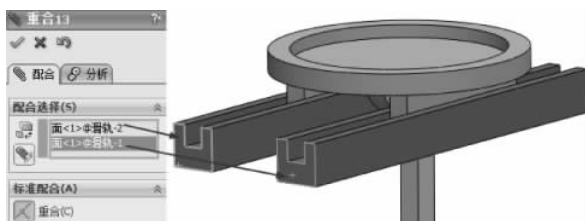

图 3-189 重合配合
(21) 选择【标准配合】选项组下的【重合】配合类型,在【要配合的实体】选择框中选择如图 3-189 所示的面,其他保持默认,单击【确定】按钮,完成重合配合。